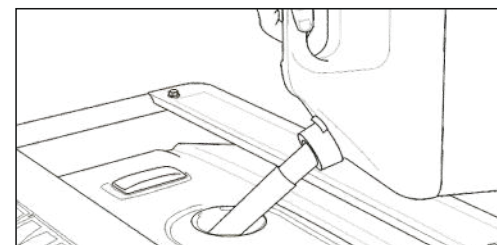

Рисунок 58 – Уровень топлива
• Постепенно заливайте бензин в горловину бака. **Будьте осторожны, не переполняйте бак!** (Рис. 58)